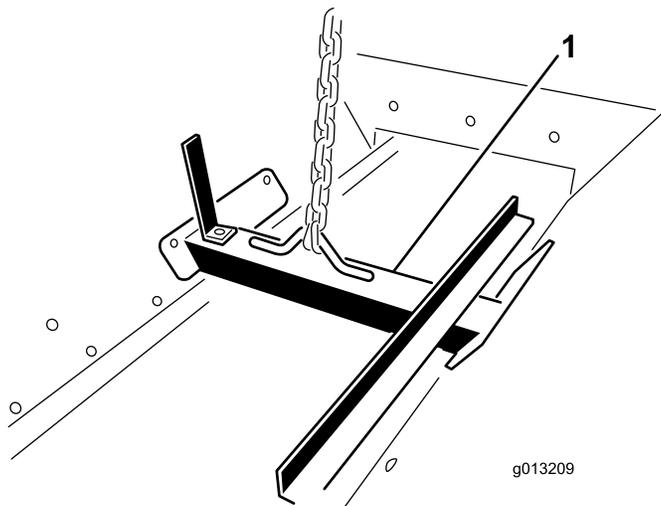

图13
1. 请将提升装置安装到用螺栓固定到料斗组件内的提升支架上 (图13)。